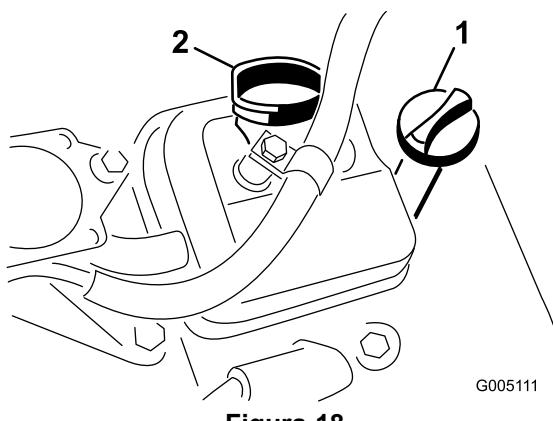

Figura 18
2. Svitate l'asta di livello e asciugatela con un panno pulito. Avvitate l'asta di livello nel relativo tubo e assicuratevi che sia fissata saldamente (Figura 18).